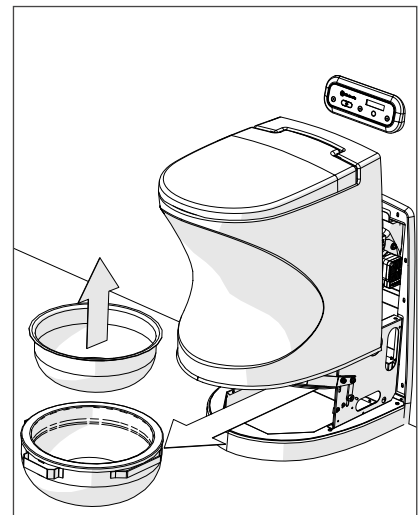

Abbildung 6
5. Ziehe den Aschebehälter heraus. Entfernen Sie den Einsatz aus dem Aschebehälter und leeren Sie die Asche (Abbildung 6).